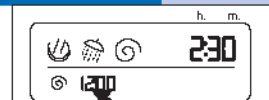
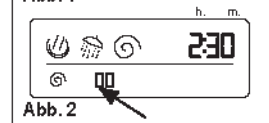

Abb. 1
Abb. 2
Die Maschine verfügt über zahlreiche Schleudervarianten, die vor dem Waschgang programmspezifisch eingestellt werden können. Für die Änderung der Schleuderdrehzahl genügt es, die Taste (H) sofort zu drücken, bis der gewünschte Wert erreicht wird (Abb. 1); Soll nicht geschleudert werden, wird die Taste solange gedrückt, bis am Display das Schleudersymbol und die Schrift "00" ausgegeben werden (Abb. 2).